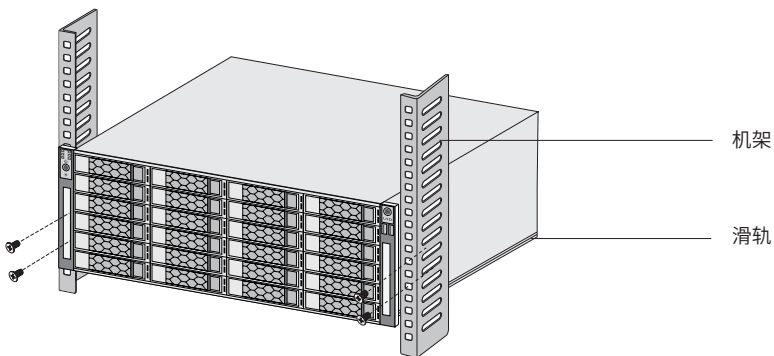

图2-1 机架安装示意图
3. 用螺钉将L型角铁固定在机架两端固定的导槽上,确保分布式存储服务器稳定、水平地安装在机架上,如图2-1所示。